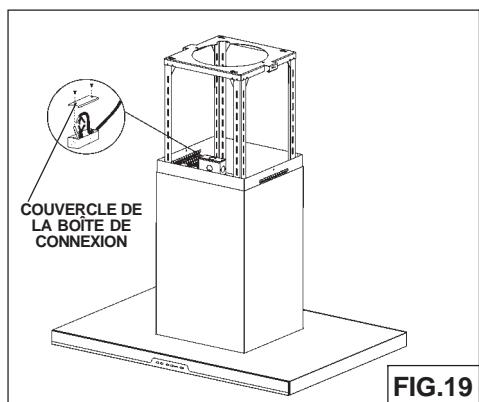

FIG.19
1. Enlevez le couvercle de la boîte de connexion électrique. Ouvrez un trou de la boîte de connexion électrique (Fig.19).